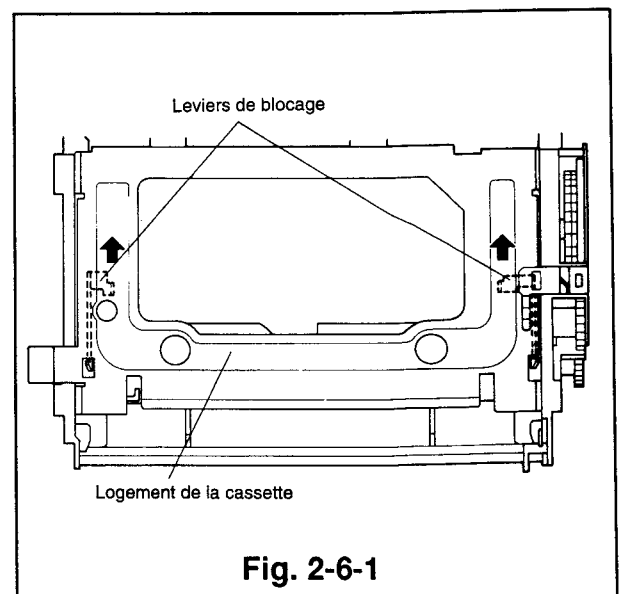
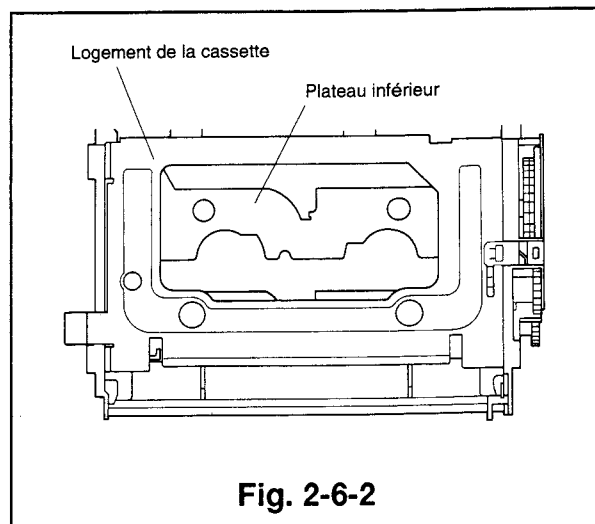
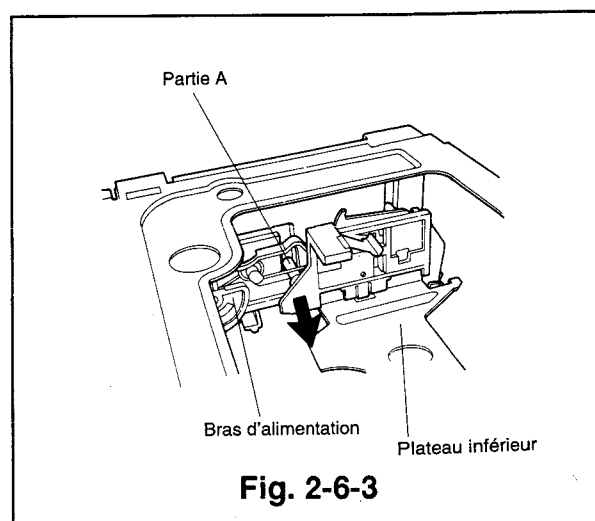
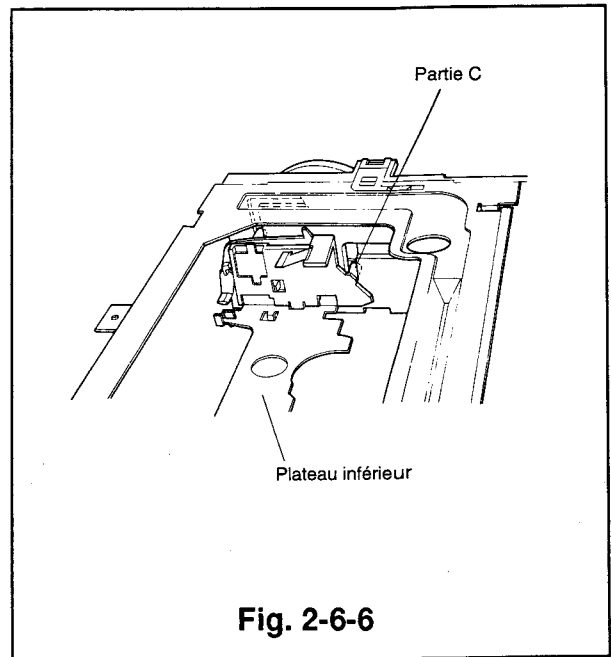

Fig. 2-6-1
Fig. 2-6-2
Fig. 2-6-3
Fig. 2-6-6
- 4) Tirer les leviers de blocage du côté alimentation et réception, comme indiqué sur la Fig. 2-6-1, dans le sens indiqué par la flèche pour décaler le plateau inférieur jusqu'à la position montrée en Fig. 2-6-2.
- 5) Installer le bras de réception de manière à ce que l'axe fixé au plateau inférieur s'engage entre le bras de réception et le ressort de réception une fois que le plateau se trouve dans la position indiquée dans la Fig.2-6-2.
- 2) Enlever le plateau latéral. (Se référer à l'item 2 du Para. 2-2 pour la marche à suivre.)
- 3) Enlever l'engrenage du senseur. (Se référer à l'item 3 du Para. 2-2 pour la marche à suivre.)
- 4) Tirer les leviers de blocage du côté alimentation et réception, illustrés dans la Fig. 2-6-1, dans le sens indiqué par la flèche pour faire glisser le plateau inférieur jusqu'à la position illustrée dans la Fig. 2-6-2.
- 5) Déposer le bras de réception. (Se référer à l'item 5 du Para. 2-2 pour la marche à suivre.)
- 6) Tirer la partie A, qui est fixée au bras d'alimentation, dans le sens indiqué par la flèche, pour déposer le plateau inférieur. (Voir la Fig. 2-6-3.)
- 3) Insérer le plateau inférieur de manière à ce que sa partie A s'engage entre le bras d'alimentation et le ressort d'alimentation, comme illustré dans la Fig. 2-6-3. Puis remonter le plateau inférieur de manière à ce que sa partie C se trouve dans la bonne position, comme illustré dans la Fig. 2-6-6.
- 4) Suivre la méthode d'installation des items 5 à 8 du Para.2-2.